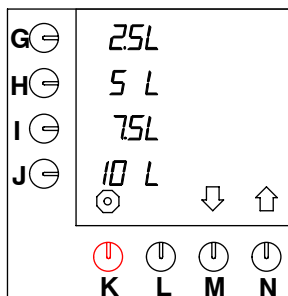

Fig. 33 Tasti standard di preselezione
L'unità di misura standard della macchina è il litro (l). Questa unità può essere modificata (la visualizzazione di questa unità viene impostata come standard con i tasti di preferenza, vedere fig. 33).
- Premere il tasto di selezione (N.) $\uparrow$ fino a che sullo schermo viene visualizzato quanto illustrato nella fig. 33 .